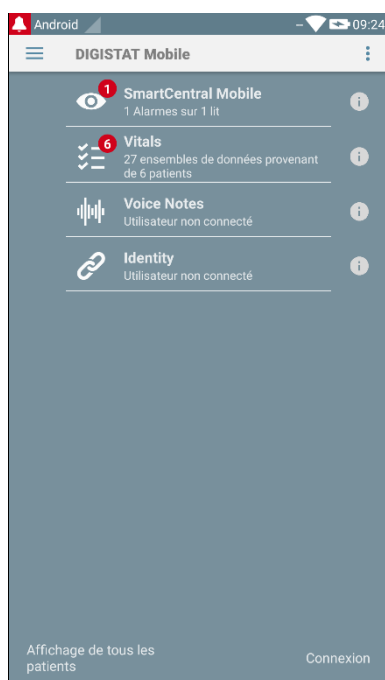

Fig 76
- Taper sur la rangée correspondante sur l'écran du dispositif portable (Fig 76)